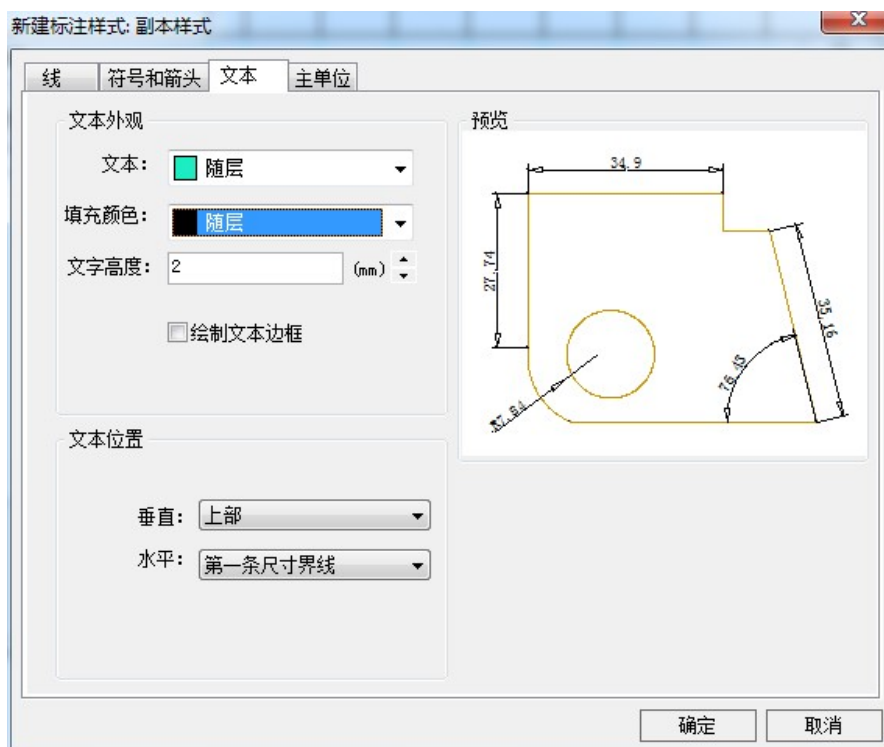

图 6-63 文本设置
(3) 点击“文本”进入如图 6-63 所示界面，可对标注中的文本外观及位置进行设置。